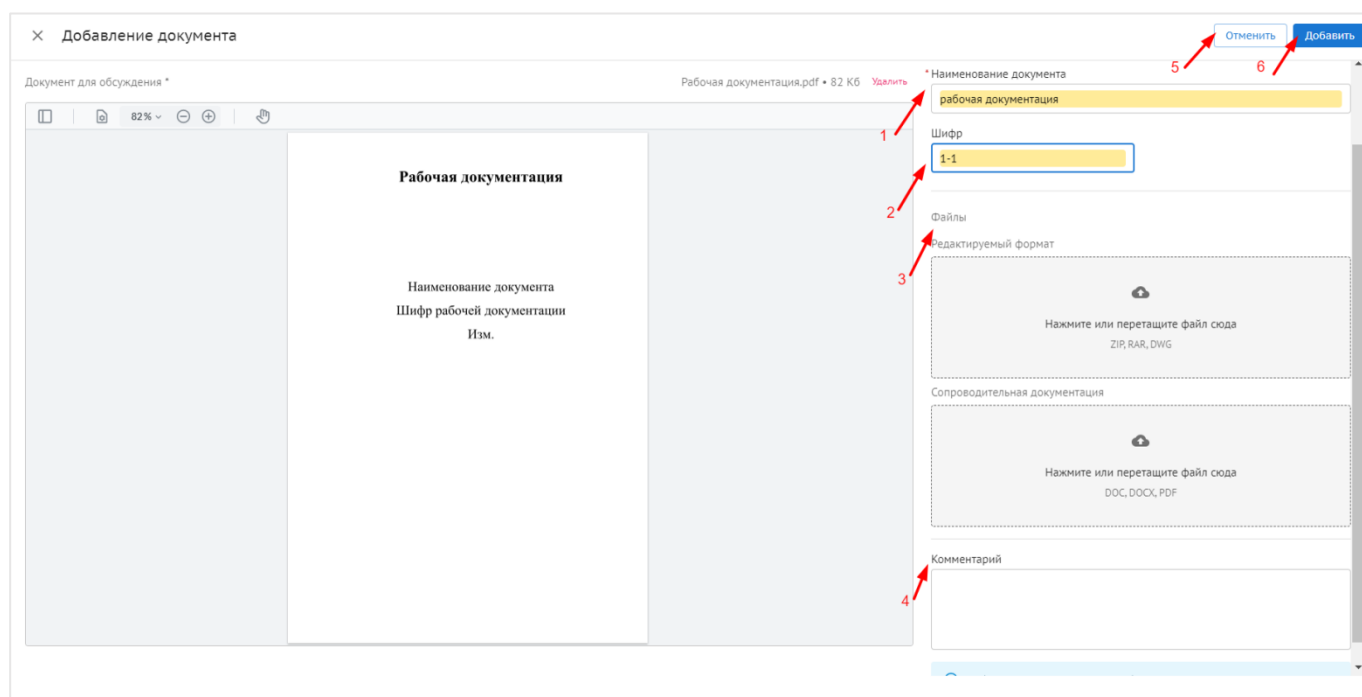

Рис. 104 - Заполнение полей и действия
3. В открывшемся окне перейти к заполнению основных полей: наименование документа (1), шифр (2), файлы сопроводительной документации (3) и комментариев к загружаемому файлу (4), после чего будет доступно два действия: отменить (5) и внесенные изменения не сохранятся или добавить (6), то есть документ загрузится в систему (рис. 104);